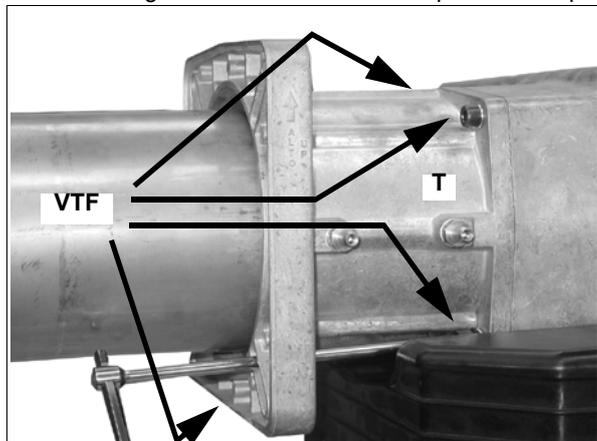

Fig. 4
- 2 Retirez la buse à bride T en enlevant les 4 vis à tête cylindrique à six pans creux (Fig. 4).